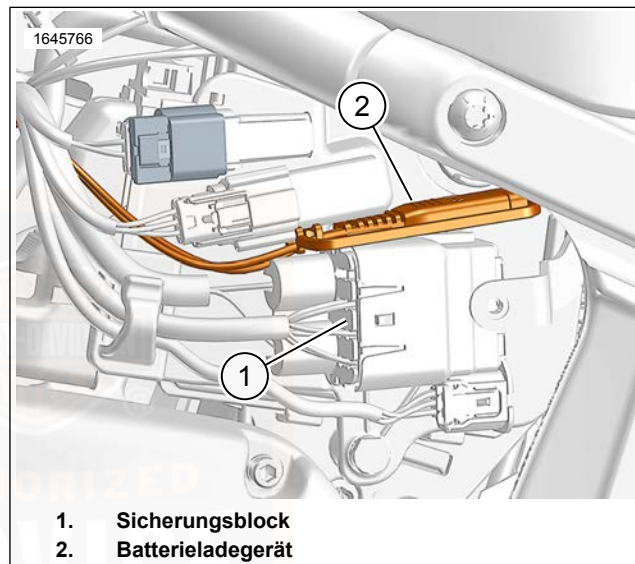
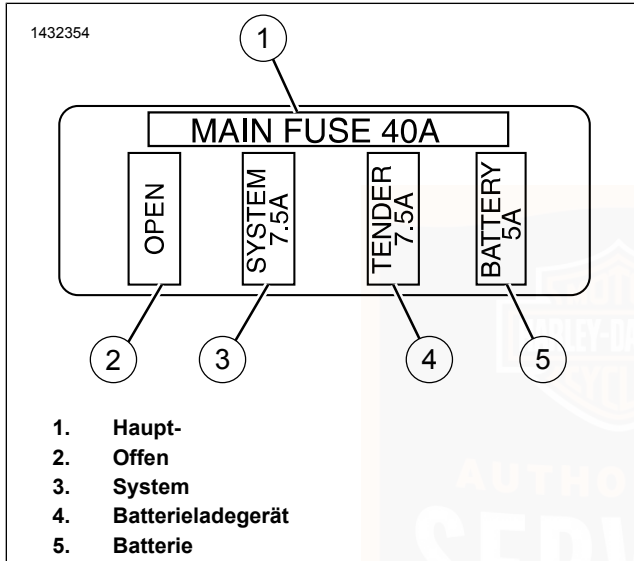

Abbildung 89. Sicherungen
Abbildung 90. Sicherungsblock
3. Siehe Abbildung 89 und Abbildung 90. Sicherungsblock aus der Elektriztafel am Motorrad ausbauen.
3. Siehe Abbildung 89 und Abbildung 90. Sicherungsblock aus der Elektrietafel am Motorrad ausbauen.